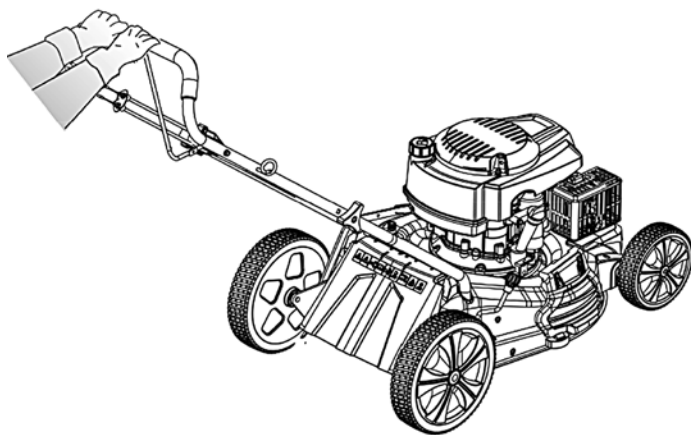

Рис. 12
6. В газонокосилке GLD-410SP-K реализована функция передачи крутящего момента на колеса для облегчения процесса скашивания. Для включения привода колес зажмите нижний рычаг, не отпуская рычаг привода ножа (рис. 12).